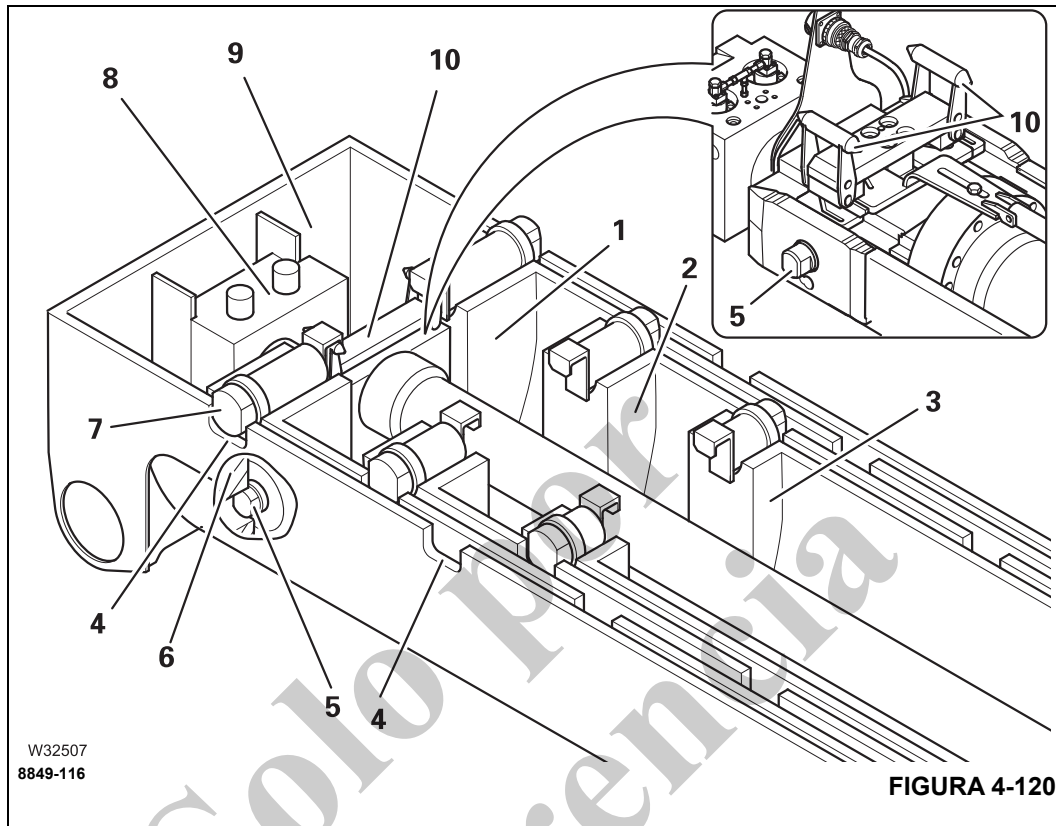

FIGURA 4-120
La ilustración (Figura 4-120) muestra la pluma principal completamente retraída con la sección base (9) y las primeras tres secciones telescópicas I a III (1) a (3).
Consulte la sección (Figura 4-120). Cada sección telescópica está equipada con dos pasadores de bloqueo seccionales (7) que se extienden por medio de la fuerza del resorte.